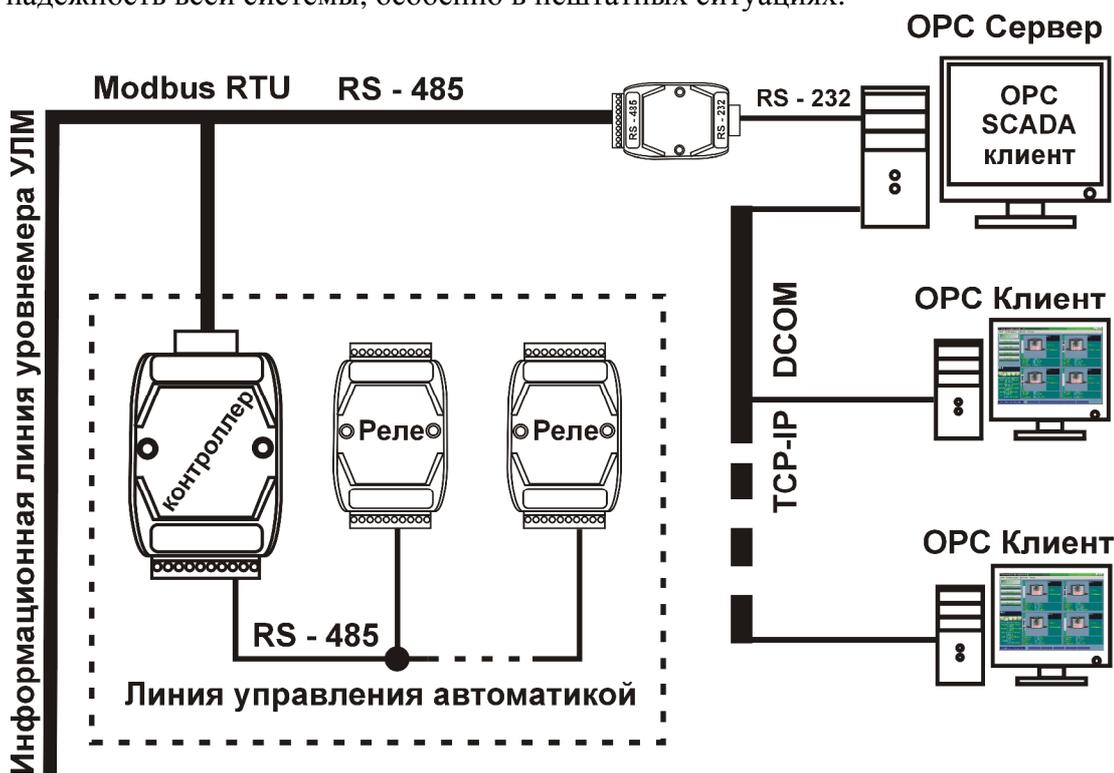

Рис.17.2. Интеграция уровнемера УЛМ в АСУТП с контроллером «Лимако».
17.2. Система на рис.17.2 аналогична описанной выше, но оснащена собственным блоком автоматики под управлением контроллера «Лимако». Программа Limaco OPC Server поддерживает работу с контроллером «Лимако» в такой конфигурации. Каждому резервуару сопоставляется блок реле с четырьмя независимыми группами контактов и соответственно до четырёх значений уровня продукта, при достижении которых будут происходить переключе-